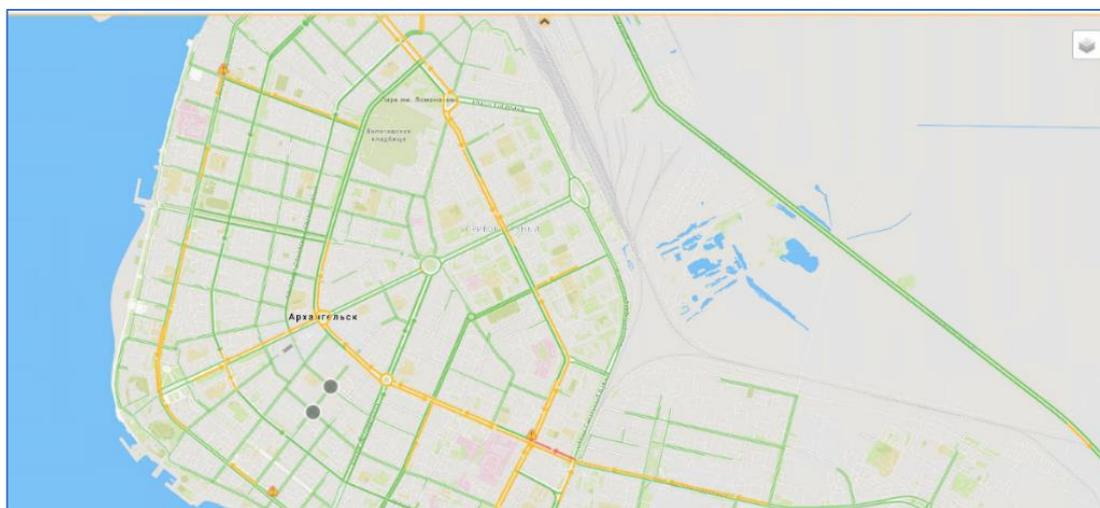

Рисунок 9 Отображение слоя пробок на карте
- кнопка  «Светофор» позволяет отобразить слой пробок (Рисунок 9) на карте в рабочей области.